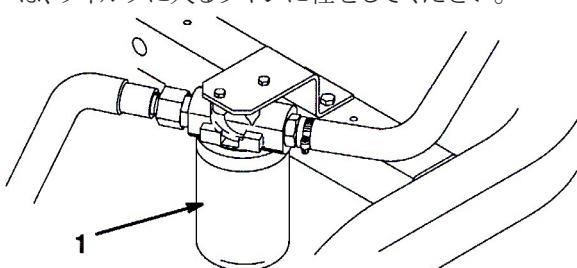

図 50
- フィルタ取り付け部周辺(図50)をきれいに拭く。フィルタの下に廃油受けを置いてフィルタを外す。